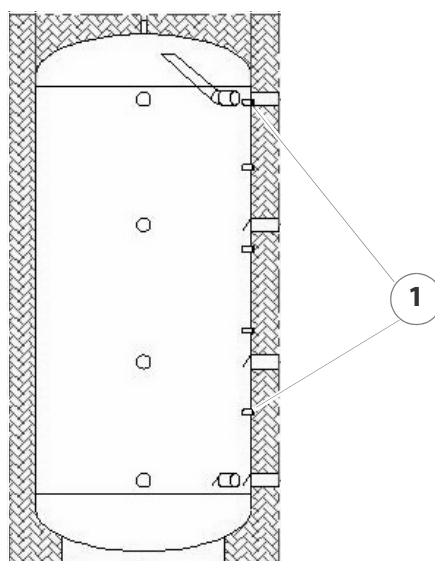

Figure 4/21 - Montage des sondes du ballon tampon
1. Assurez l'étanchéité des gaines submersibles des sondes en utilisant un matériau d'étanchéité approprié et positionnez ces dernières aux endroits indiqués à la « Figure 4/21 - Montage des sondes du ballon tampon ».